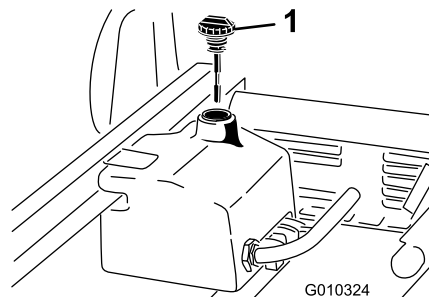

Figura 17
1. Limpie la zona alrededor del cuello de llenado y el tapón del depósito hidráulico (Figura 17). Retire el tapón del cuello de llenado.
2. Retire la varilla (Figura 17) del cuello de llenado y límpiela con un paño limpio. Inserte la varilla en el cuello de llenado; luego retírela y compruebe el nivel del aceite. El nivel del aceite debe estar entre las dos marcas de la varilla.